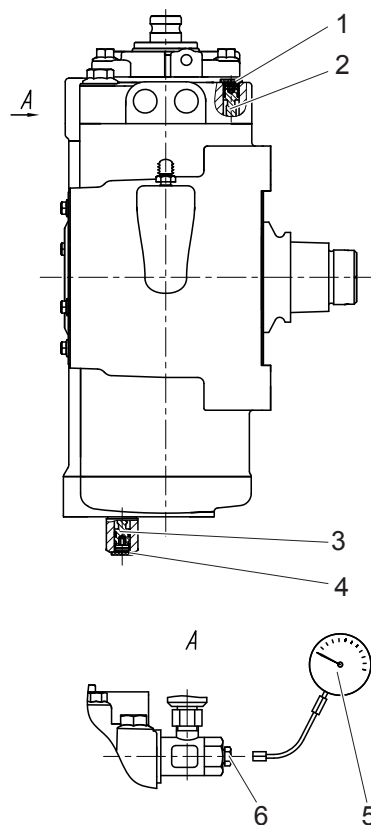

Рисунок 4.8.7 – Схема подключения манометра к рулевому механизму
- при остановленном двигателе вывернуть пробку 6 (рис. 4.8.7) диагностического отверстия напорной магистрали и подсоединить манометр 5;